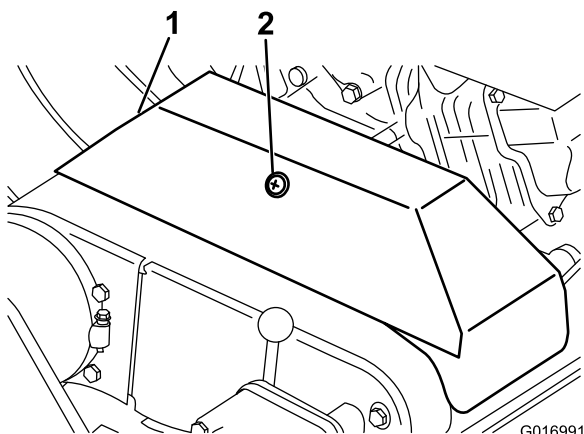

Bild 33
3. Lösen Sie den Halter, mit dem die Treibriemenabdeckung befestigt ist. Drehen Sie die Abdeckung, um sie zu öffnen (Bild 33).